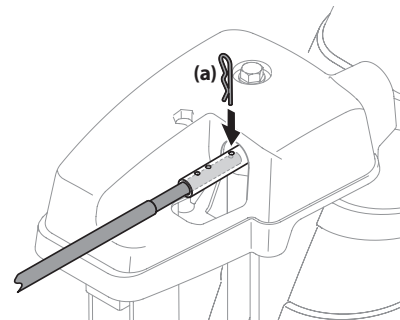

Figure 3-10
1. Retirez la goupille fendue de l'un des trous les plus éloignés de la goulotte sur le dispositif de rotation. Voir Figure 3-10.
2. Enfoncez la tige de commande de la goulotte jusqu'à ce que le trou soit aligné avec le 3^e trou de l'ensemble de rotation. Voir Figure 3-10.
3. Enfoncez à nouveau la goupille fendue dans ce trou et celui de la tige de commande, comme à la Figure 3-10.